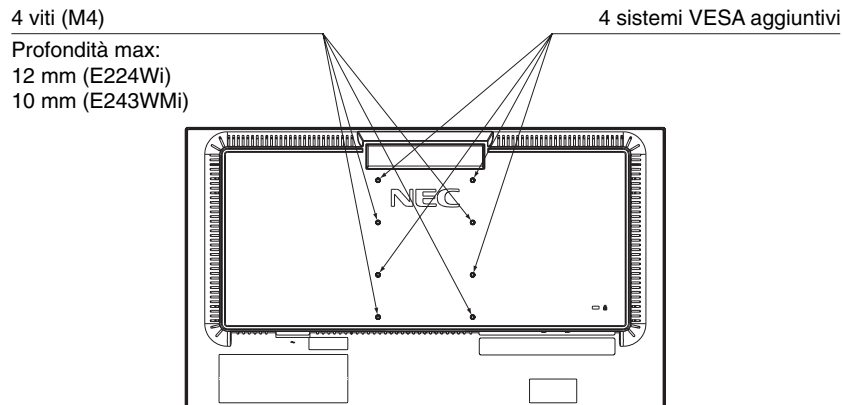

**Figura F.1**
2. Utilizzare le 4 viti rimosse dal supporto oppure le viti specificate per fissare il braccio al monitor (**Figura F.1**).
**Attenzione:** Utilizzare SOLO le viti (4 pezzi) rimosse dal supporto o le viti specificate (**Figura F.1**) per evitare danni al monitor o al supporto.